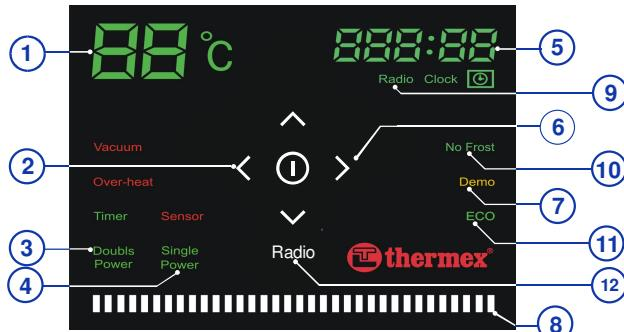

Fig. 3. Elektronisch bedieningspaneel voor boilers serie “ID” en “IB”.
4.2. Op de afneembare flens staan er gemonteerd: een tubulaire elektrische verwarmert (hierna: TEV), voelers van de thermostaat en van de thermoschakelaar. De TEV verwarmt het ingaande water, terwijl de thermostaat de temperatuur traploos regelt binnen het bereik tot +75°C. Ieder model heeft een touchpadbedieningspaneel. De elektronische controle zal de door de gebruiker voor ingestelde watertemperatuur automatisch handhaven. De thermo-schakelaar is een beveiligingsinrichting die de boiler tegen oververhitting beschermt, door de TEV van het stroomnet af te koppelen, als de watertemperatuur +95°C heeft overschreden. Bij modellen van de serie "IF" wordt de verwarmingsmodus door een controlelampje "Temp. Preservation" geïndiceerd (Fig. 2, pos. 7): deze licht op zodra de temperatuur een vooraf ingestelde waarde heeft bereikt. De modellen van series "ID" en "IB" zijn met een speciale verwarmingsindicator uitgerust (Fig. 3, pos. 8), waarvan de bewegende lichtgevende streepjes de verwarming-procesdynamiek weergeven en continu gaan branden nadat de benodigde temperatuur is bereikt. De elektriciteitskabel is optioneel van een beveiligingsschakelaar voorzien, die de boiler van het stroomnet ontkoppelt bij lekkage of in geval van een doorslag van de voedingsstroom op enige geaarde elementen van het toestel.
7.2. Elektronisch bedieningspaneel voor series “ID” en “IB” (Fig. 3).